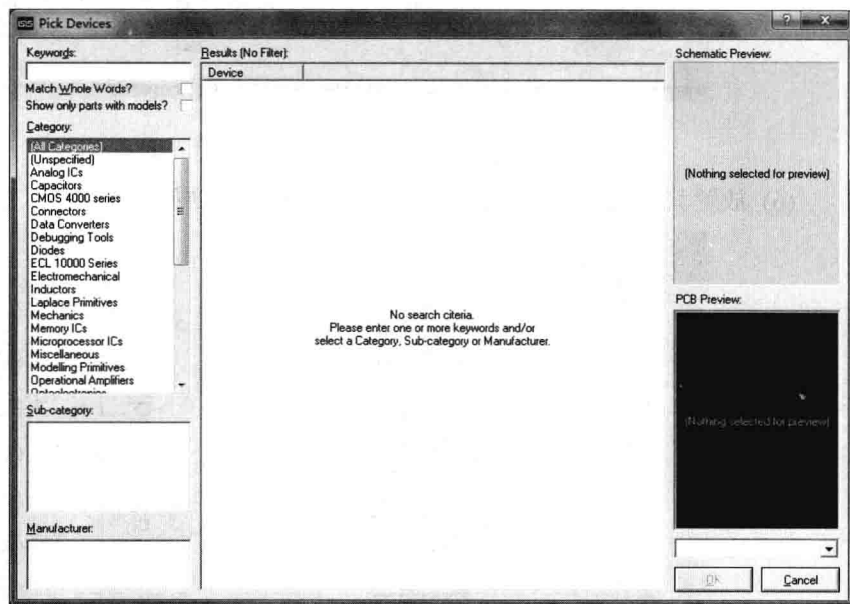
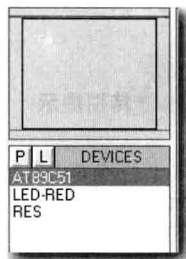
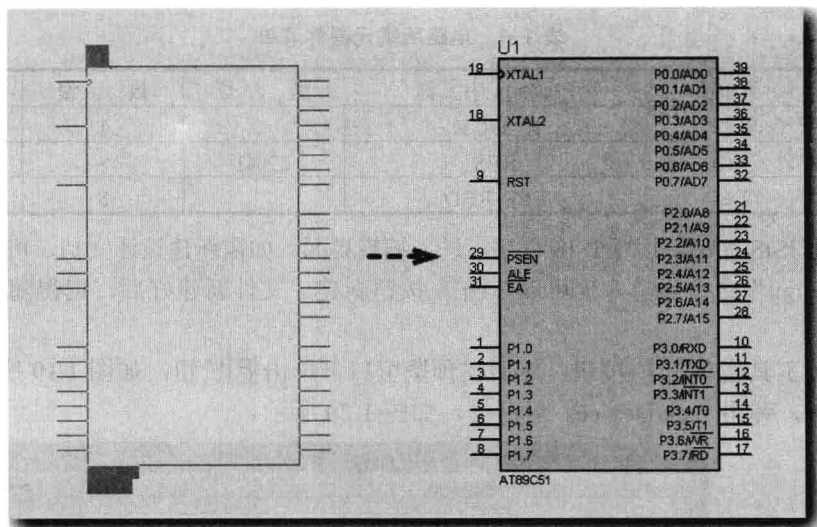

图 1.20 Pick Devices 对话框
图 1.21 选择元器件
图 1.22 放置元器件
(4) 此时, 弹出 Pick Devices 对话框, 如图 1.20 所示。
在图 1.20 所示对话框中的 Keywords 框中分别输入表 1-1 的 Proteus 元器件名称, 即可找到相应元器件, 双击即可添加到对象选择窗口, 如图 1.21 所示。
(5) 放置元器件。在对象选择窗口中选中某个需要放置的元器件(以 AT89C51 为例), 如图 1.21 所示, 选中的元器件为蓝底白字。然后将光标移动到编辑窗口并单击, 即可发现该元器件的虚影。当光标带着该虚影移动到合适的位置后, 再次单击, 即可放置该元器件到图纸, 如图 1.22 所示。